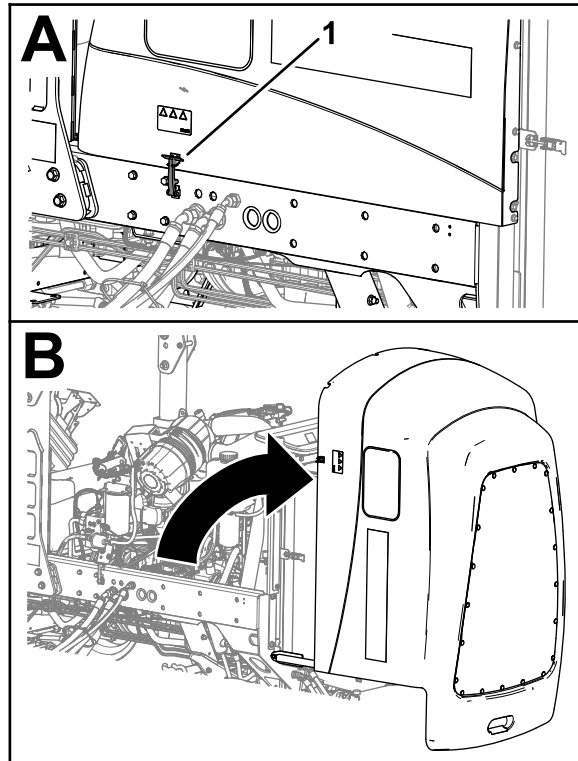

Figura 104
1. Eliberați cei 2 clichei ai capotei (Figura 104).
1. Eliberai clichetul din cauciuc de pe capacul compartimentului bateriei (Figura 104).